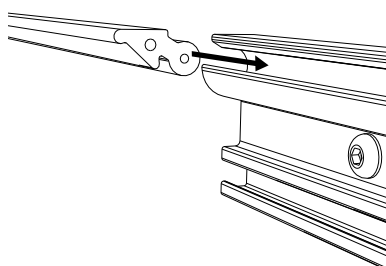

Bild 51. Montera gummilisten
8. För in och montera gummilisten i anslagsprofilen, se Bild 51.